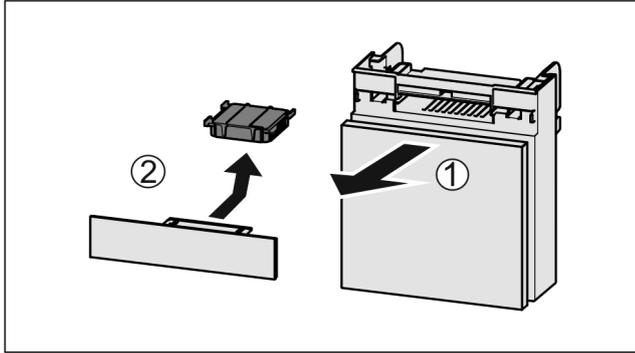

Fig. 135
- ▶ Издърпайте Fig. 135 (1) напред отделението.
- ▶ Извадете Fig. 135 (2) филтъра с активен въглен.